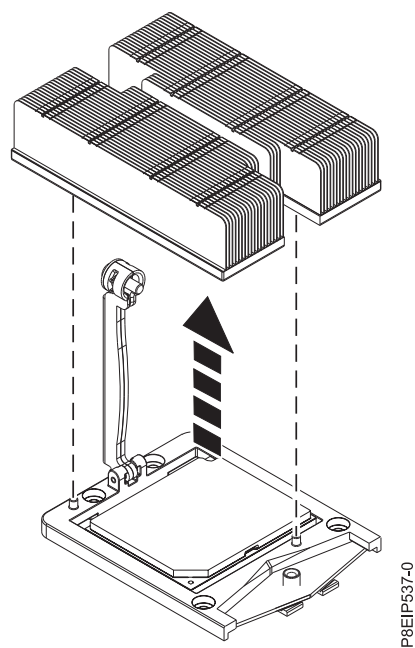

図 65. ヒート・シンクの取り外し
5. ヒート・シンクをつかみ、示されているように、まっすぐ上に持ち上げて取り外します (図 65 を参照)。